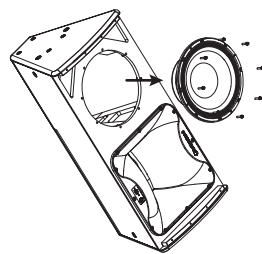

Fig. 2
3. Remova e desconecte o driver de graves (fig. 2) para acessar a chave de retenção do driver de compressão, anotando a polaridade do driver de graves para reconexão posterior.